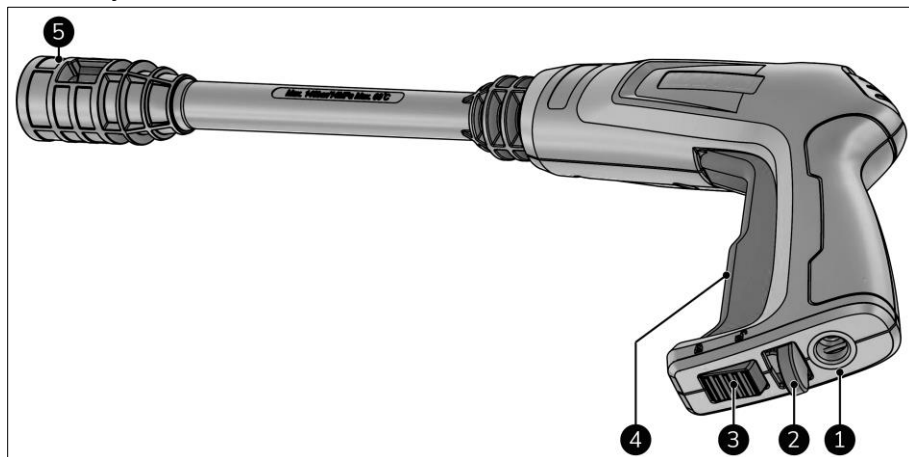

Figure 6
3. Appuyez sur la gâchette (figure 6, pos. 4) et commencez à nettoyer.
1. Le cas échéant, relâchez la gâchette (figure 6, pos. 4).
2. Bloquez le verrouillage de sécurité sous la gâchette (figure 6, pos. 3).
1. Relâchez la gâchette (figure 6, pos. 4).